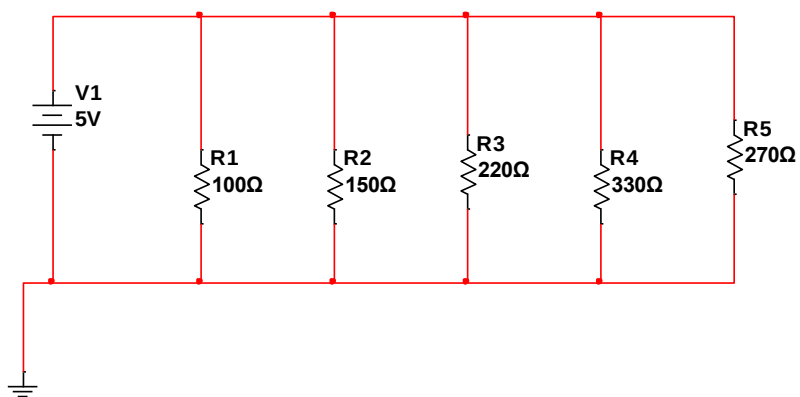

Figura 2.6. Circuito en paralelo alimentado con fuente de 5 V.
4. Implementa de igual manera el circuito en paralelo de la *figura 2.6*.